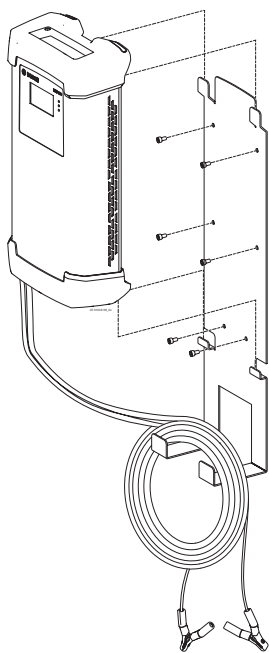

Fig. 3: BAT 690 com suporte de parede
**I** Os quatro pés de apoio do BAT 690 sempre devem ser enganchados em cima e embaixo no suporte de fixação à parede. Cabos de carregamento e o cabo de ligação à rede podem ser enganchados no suporte de fixação à parede (ver fig. 3).